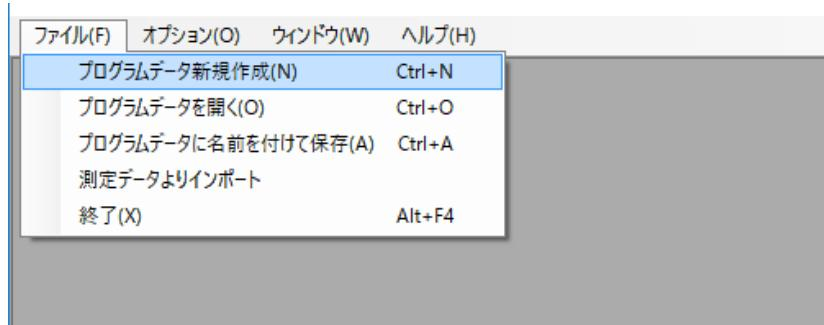

図 3-9 ファイルメニュー
手順⑥：TCP/IP アドレス追加画面より、「IP アドレス(I)」と「サブネットマスク(S)」を入力します。設定の際、ご使用のネットワーク環境によって設定値が異なります。(図 3-9)
プログラム制御に使用するデータファイルおよびソフトウェアの終了に関するメニューを表示します。(図 3-9)